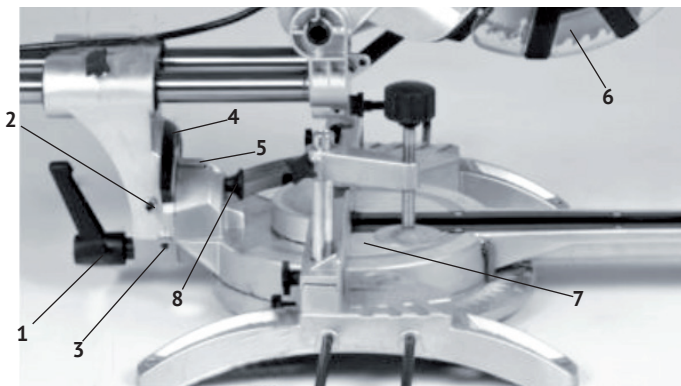

рис.7
2.7 Установка угла наклона режущего блока (рис.7)
- режущий блок имеет возможность установки заданного угла наклона относительно вертикальной оси, как влево в положении от 0 до 45°, так и вправо от 0 до 45°. Для поворота вправо необходимо освободить (вытянуть на себя) кнопку стопора (рис.7 поз.8);
- для установки угла наклона необходимо: ослабить стопорный винт (рис.7 поз.1), установить необходимый угол распила по шкале (рис.7 поз.4), поворачивая режущий блок за рукоятку пилы, и надёжно зафиксировать стопорный винт.
- установить рабочий стол (рис.7 поз.7) в нулевое положение;
- ослабить контргайку винта (рис.7 поз.2);
- установить транспортир (электронный угломер), измеряющий угол между плоскостью рабочего стола (рис.7 поз.7) и пильного диска (рис.7 поз.6);
- шестигранным ключом из комплекта поворачивать винт (рис.7 поз.2) до точной установки угла 90° между диском и рабочим столом;
После установки точного положения угла, проверить положение стрелки-указателя (рис.7 поз.5) на шкале (рис.7 поз.4). При несовпадении с нулевым положением, ослабив винт крепления стрелки, откорректировать её положение и зафиксировать винтом.
- ослабить контргайку винта (рис.7 поз.3);
- шестигранным ключом из комплекта поворачивать винт (рис.7 поз.3) до точной установки угла 45° (влево) между диском и рабочим столом;